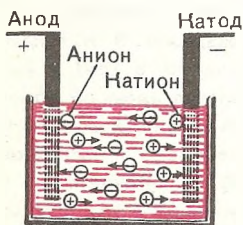

Рис. 6. Движение ионов при пропускании постоянного электрического тока через электролит.
3. В растворе и расплаве электролита ионы движутся хаотически (рис. 5). При пропускании постоянного электрического тока через этот раствор или расплав положительно заряженные ионы (катионы) движутся к катоду, а отрицательно заряженные ионы (анионы) — к аноду (рис. 6, 7).